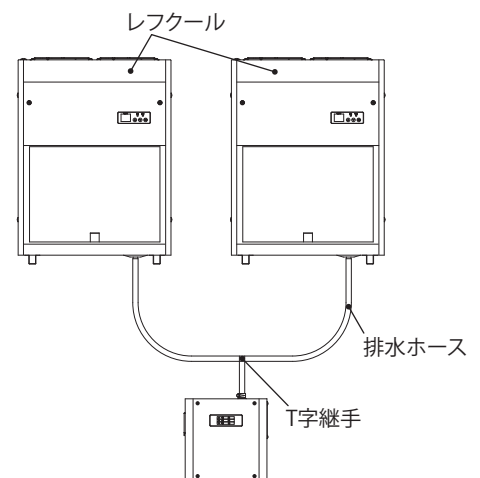

図 5
- ・レフクールを複数台接続する場合は、T 字継手などを使用して排水ホースをドレン入水口に接続してください。（図 5）